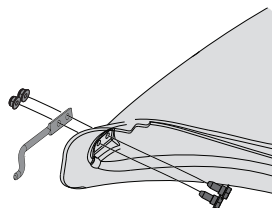

Figura 15
1. Desde el interior de la bota, coloque los dos tornillos de cabeza hexagonal (738-1225) a través de los orificios en la parte inferior delantera de la bota. Consulte la Figura 15.
2. Coloque la varilla de montaje (747-06309) en su lugar sobre los tornillos de cabeza hexagonal. Asegúrese de que la punta de la varilla esté hacia afuera desde la bota. Consulte la Figura 15.
3. Comience a enroscar las dos tuercas de seguridad de la brida (712-04064) en los tornillos de cabeza hexagonal. Consulte la Figura 15.